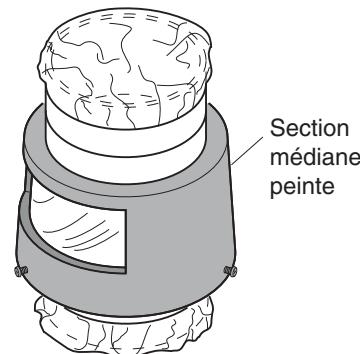

Figure 2 - Section médiane du détecteur à peindre
5. Déposez le capteur sur du papier journal, puis peignez la section médiane comme illustré dans la Figure 2.